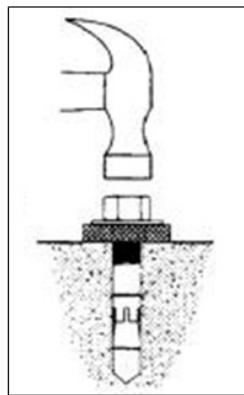

Рис.18
- Просверлить при помощи перфоратора отверстия диам. 16 мм и глубиной 120 мм для анкерных болтов через крепежные отверстия в напольном основании подъемника, очистить отверстия от остаточной пыли и осколков бетона (**рис. 18**).
- Используя лёгкий молоток, установить анкерные болты в просверленные отверстия. (**рис. 18**)